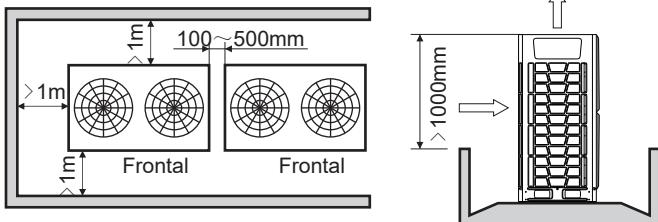

Fig. 3.11 1 fila
3) Quando as unidades exteriores forem mais elevadas do que as suas imediações e se se destinarem a ser dispostas em fila, ver Fig.3.11.